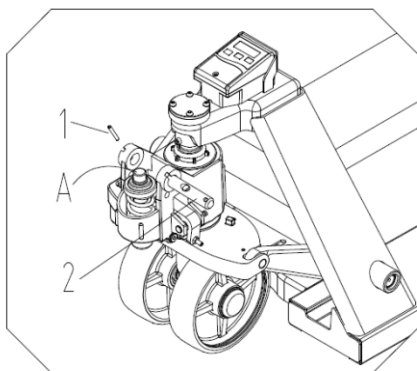

Bild 1
1. Dra ut fjädersprint 1 först och sedan axel 2. *(Bild 1)*